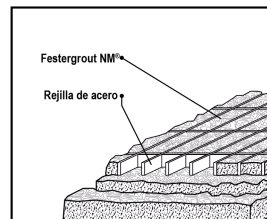

Fig 7. Piso extra reforzado
- Pisos de concreto reforzados (fig. 7)